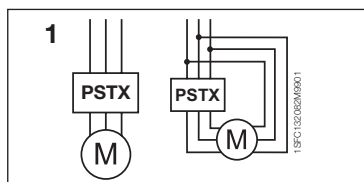

Bild 1: In Line, Inside Delta
2. Anslut till huvudkretsen: plintarna 1L1 - 3L2 - 5L3 till linjesidan och plintarna 2T1 - 4T2 - 6T3 till motorsidan. Använd kabelanslutning för PSTX30...105, se bild ❶ i grafikavsnitt 7, och plintanslutning för PSTX142...570, se bild ❷ i grafikavsnitt 7. PSTX-mjukstartare kan anslutas både "In Line" och "Inside Delta", se bild 1.